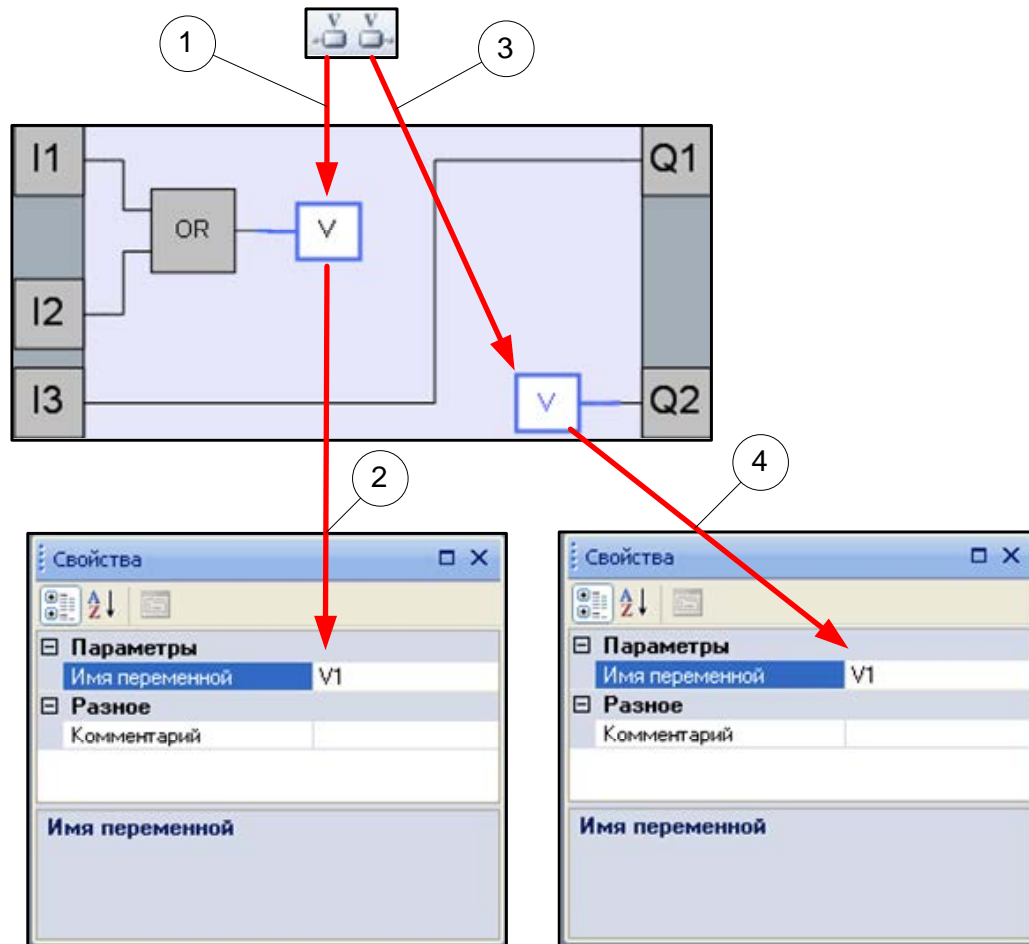

Рисунок 3.21 – Порядок действий при настройке параметров функционального блока
**Шаг 1** – щелкнуть мышкой по кнопке  на панели инструментов, затем установить курсор на место, где должна располагаться входная переменная и еще раз нажать левую кнопку мыши – на холсте появится блок входной переменной, рисунок 3.21.